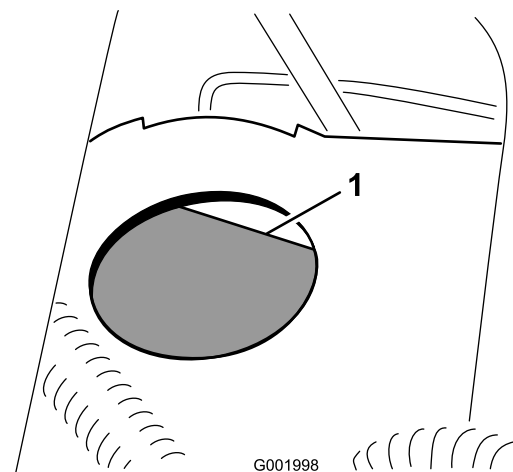

Figure 59
- Le niveau de liquide doit atteindre le repère maximum sur le réservoir (Figure 59).